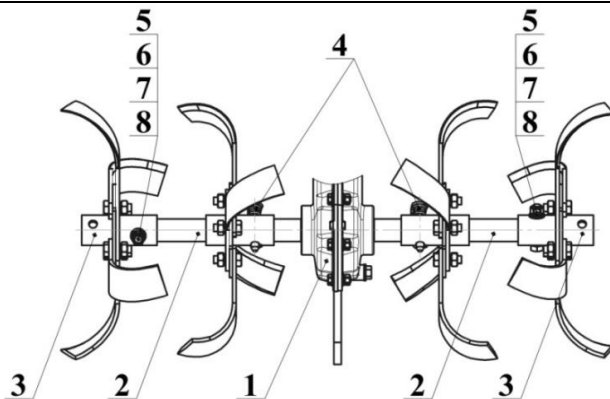

Рисунок 7 – Культиватор
5.6 Культиватор (рисунок 7).
6.1.9.3 Соберите два блока левых и правых фрез (рисунок 7) в следующей последовательности:
1) вставьте валик фрезы **2** (рисунок 7), собранной по п. 6.1.9.1, во втулку фрезы **3** (рисунок 7), собранной по п. 6.1.9.2, совместив отверстие валика фрезы с отверстием во втулке фрезы, вставьте болт **5** и зафиксируйте его гайкой **6** с шайбами **7** и **8**;